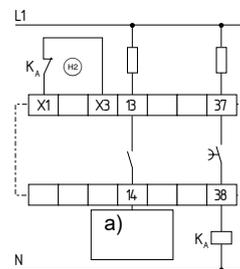

Fig. 22
**Circuito diversificado con circuito de realimentación (véase fig. 22)**